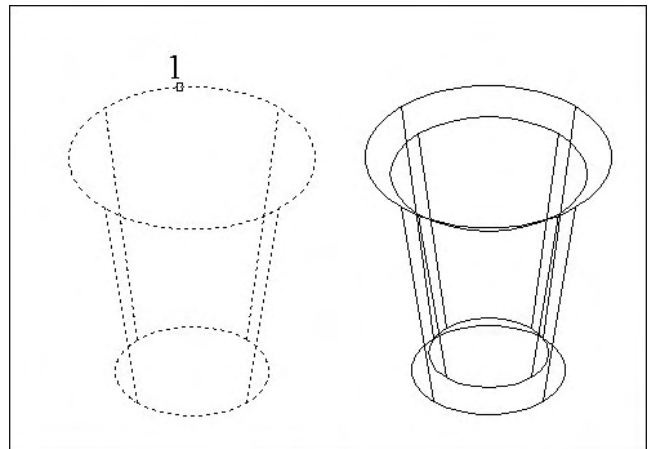

Fig.7.22
**Pour créer un gainage de solide 3D, la procédure est la suivante (fig.7.22) :**